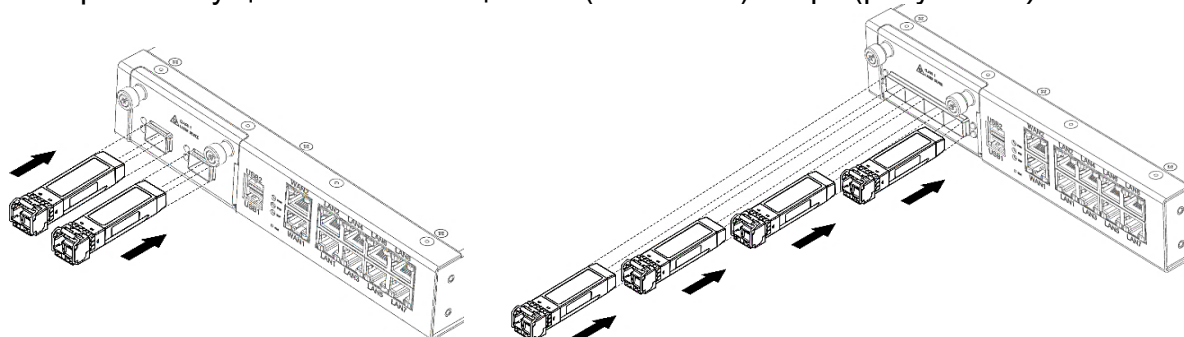

Рисунок 39 – Установка SFP-трансиверов в слоты модулей расширения
2. Установка SFP-трансиверов в соответствующие слоты всех модулей расширения осуществляется защелкой (этикеткой) вверх (рисунок 39).